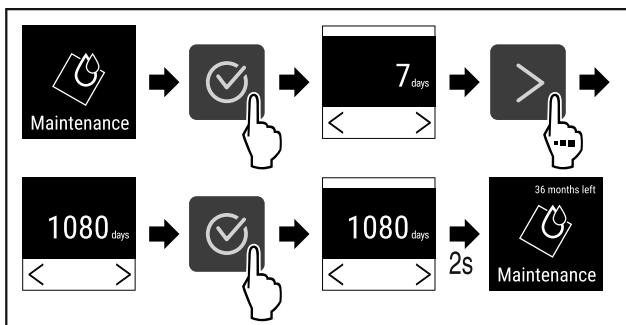

Fig. 79
- ▶ Følg anvisningene (se Fig. 79) .